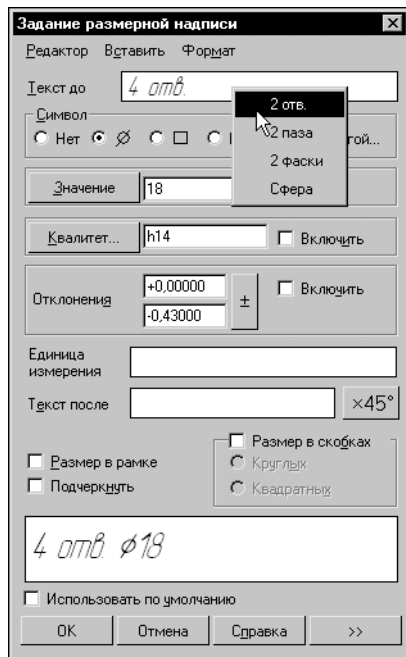

Рис. 51.105. Задание размерной надписи
3. При простановке линейного размера отверстия диаметром 18 мм в диалоге **Задание размерной надписи** включите отрисовку значка диаметра в группе **Символ** (рис. 51.105).
Текст **4 отв.** вы можете вручную ввести в поле **Текст до** или выбрать похожий текст из Пользовательского меню, которое вызывается двойным щелчком в этом поле. В последнем случае после вставки строки необходимо изменить количество отверстий с 2 на 4 (рис. 51.105).